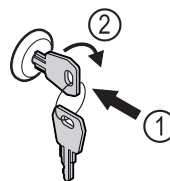

Fig. 92 Beispielhafte Darstellung
- ▶ Schlüssel hineindrücken Fig. 92 (1).
- ▶ Schlüssel um 90° im Uhrzeigersinn drehen Fig. 92 (2).